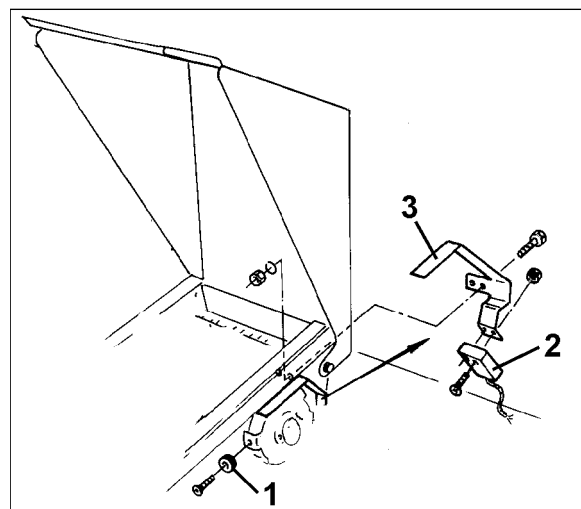

Fig. 11
No ED (Fig. 11), fixar o íman e o sensor na entrada da engrenagem de regulação da roda dentada:
1. Aparafuse o íman (Fig. 11/1) com o parafuso auto-roscante M4 x 10 ao disco de impulso do veio de entrada da caixa de engrenagens.
2. Para fixar o sensor, desaperte o suporte de impulsos (Fig. 11/3) e volte a aparafusá-lo.
3. Aparafuse o sensor (Fig. 11/2) ao suporte de impulsos (Fig. 11/3).